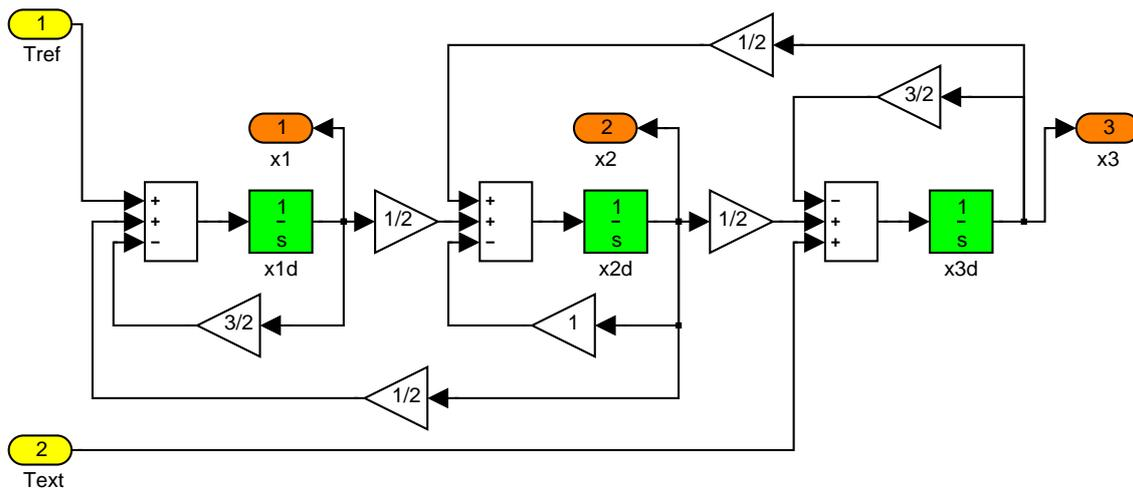

Figura 2: Diagrama de bloques del horno
La Figura 2 muestra el diagrama de bloques del sistema (1) implementado en SIMULINK.